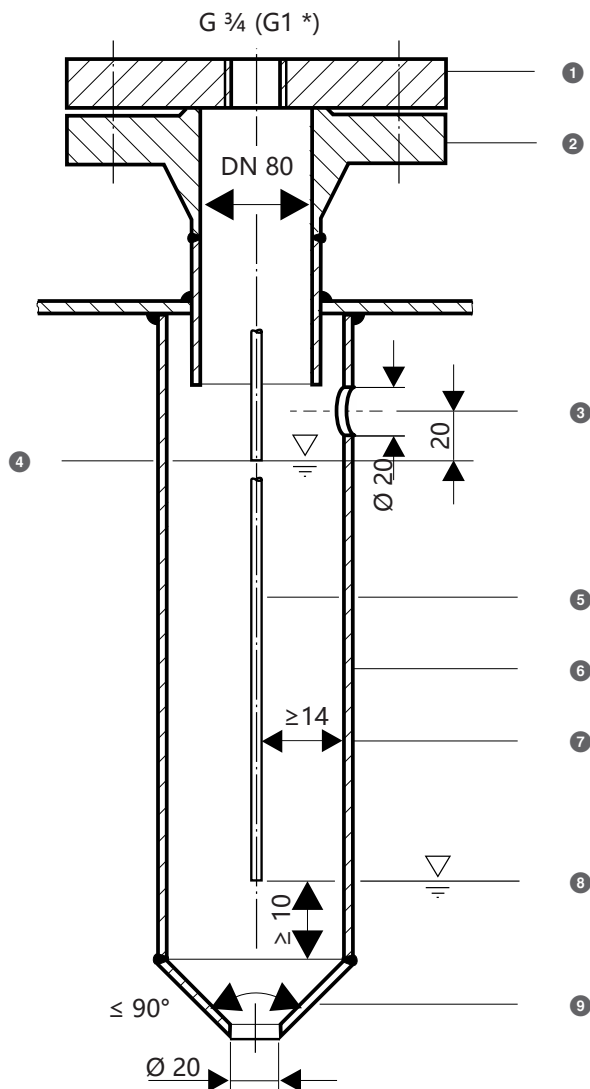

图 15
- 安装液位电极时注意最小距离尺寸，参见安装示例图 15 至图 18。
带尺寸要求的安装示例，参见 图 15，页码 31
图例 图 15 至 图 18
- ① 图 15: 法兰 (PN 40、63、160、320) DIN EN1029-01
- ② 管接头
- ③ 平衡孔 (定位时尽量靠近锅炉壁!)
- ④ 高水位 (HL)
- ⑤ 电极棒, $d = 8 \text{ mm}$
- ⑥ 图 15 (单个电极): 保护管 DN 80
- ⑦ 电极间距 $\geq 14 \text{ mm}$ (空气间隙和爬电距离)
- ⑧ 低水位 (LL)
- ⑨ 图 15 (单个电极): 异径管 DIN 2616-2